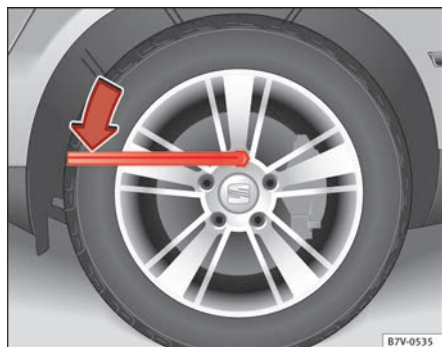

Fig. 181 Cambio de rueda: afloje los tornillos de la rueda.
- Introduzca la llave de la rueda hasta el tope en el tornillo ⇒ fig. 181.